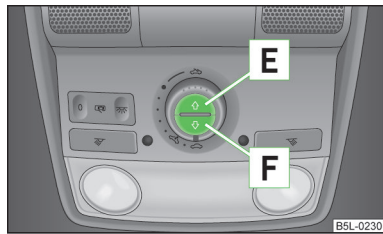

Fig. 22
La tendina parasole avvolgibile può essere chiusa e/o aperta separatamente utilizzando i tasti » fig. 22.
- Per aprire completamente premere brevemente il tasto **E** » fig. 22.
- Per chiudere completamente premere brevemente il tasto **F** » fig. 22.
Per l'attivazione della tendina parasole avvolgibile, tenere premuto per circa 10 secondi il tasto  » fig. 22 a pagina 40.